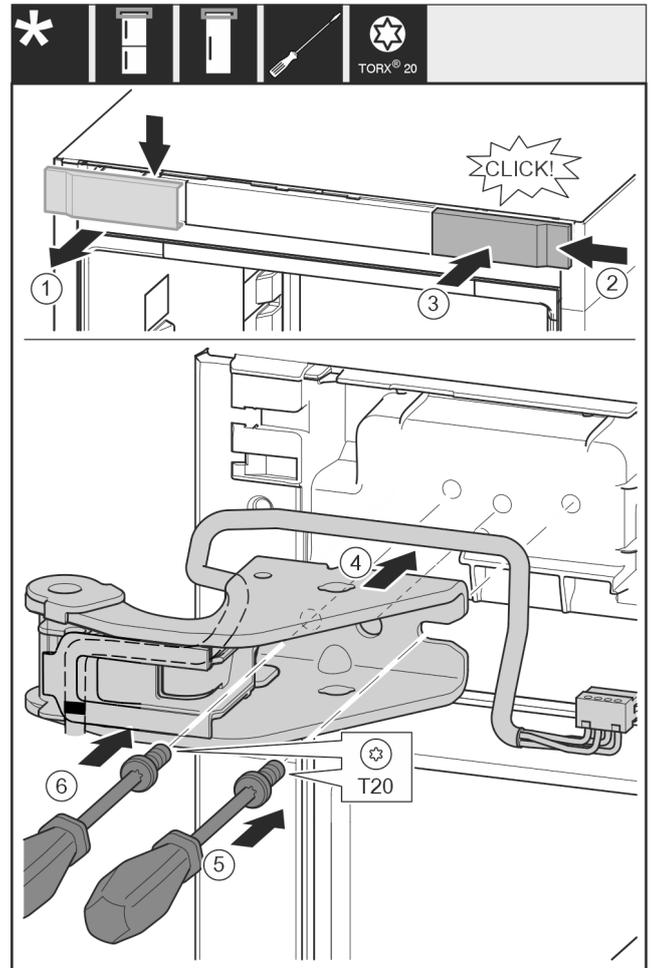

Fig. 32
- ▶ Skinite pokrov odozgo prema naprijed. Fig. 32 (1)
- ▶ Objesite pokrov okrenut za 180° na drugoj strani s desne strane. Fig. 32 (2)
- ▶ Pustite da pokrov uskoči. Fig. 32 (3)
- ▶ Postavite gornji podložak ležaja. Fig. 32 (4)
- ▶ Odvijačem T20 umetnite i pritegnite vijak. Fig. 32 (5)
- ▶ Odvijačem T20 umetnite i pritegnite vijak. Fig. 32 (6)